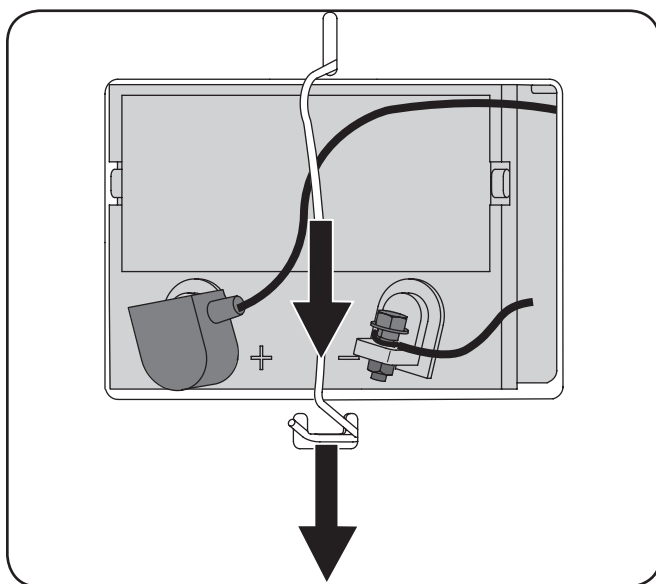

Figure 7-1
1. Poussez vers le bas et l'arrière le support de retenue de la batterie pour la libérer du châssis du siège comme le montre la figure 7-1.